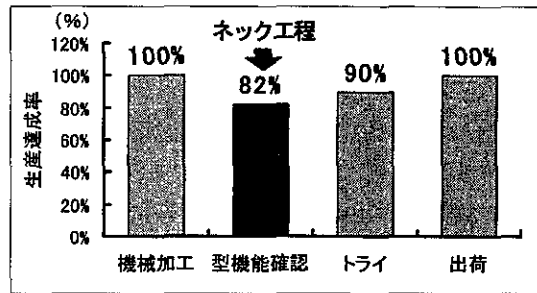

図2 工程別生産達成率
- ① 1台当たりの稼働時間を増やす
- ② 保有する設備を最大限に活用する
- ③ 加工時間を短縮する
①は現場ですぐに実践できる活動として、05年前度半に完了、大きな成果を挙げることができたが、後工程の生産実績は伸び悩んでいた。工程別に生産達成率を調査すると、**図2**に示すように型機能確認部署がネック工程となっており課全体に影響を与えていることがわかった。